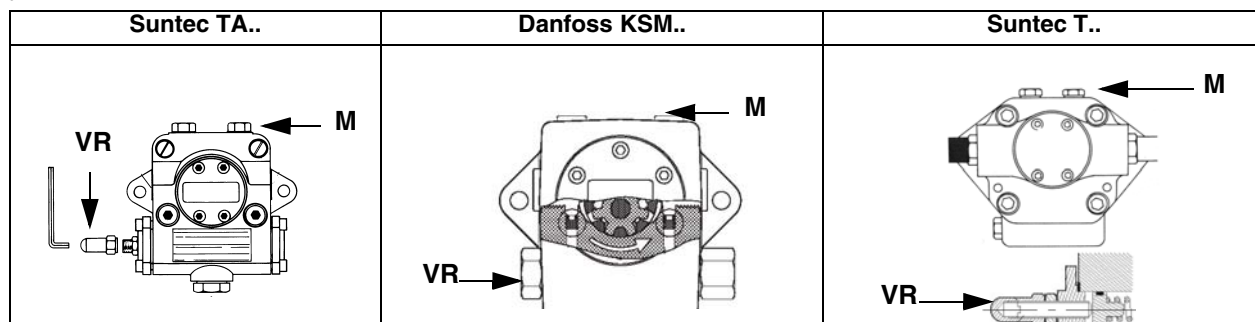

Рис. 24
- 3 выпустить воздух со штуцера (**M**) манометра насоса (Рис. 24), расслабив слегка заглушку, но не снимая ее; затем отпустить контактор;
- 9 Давление питания форсунки уже отрегулировано заранее на заводе-изготовителе и не должно изменяться. Только в случае необходимости, отрегулировать давление питания (см. соответствующий параграф) следующим образом: установить манометр в положение, указанное на Рис. 25, воздействовать на регулировочный винт **VR** насоса (см. Рис. 24 и на стр 21) до получения на форсунке давления в 20бар или 25 бар (форсунки Monarch или форсунки Fluidics - см.
Давление питания форсунки уже отрегулировано заранее на заводе-изготовителе и не должно изменяться. Только в случае необходимости, отрегулировать давление питания (см. соответствующий параграф) следующим образом: установить манометр в положение, указанное на Рис. 27, воздействовать на регулировочный винт **VR** насоса (см. Рис. 24 и на стр 21) до получения на форсунке давления в 20 бар или 25 бар (форсунки Bergonzo или форсунки Fluidics - см. график на Рис. 23);